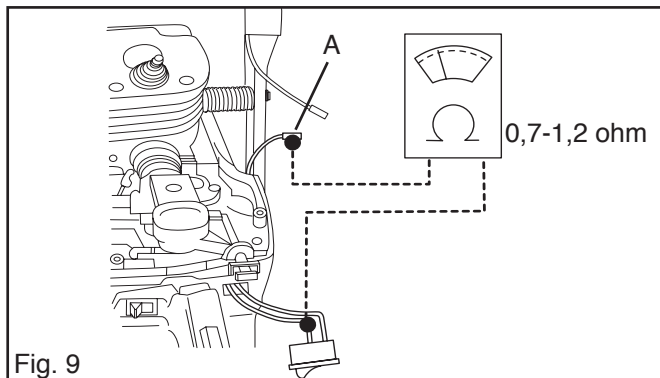

Fig. 9
1. Retirer le capot du cylindre et diviser le raccordement du câble rouge à A. Voir fig. 9.
4. Raccorder l'ohmmètre selon la fig. 9 et mesurer la résistance du serpentin de chauffage de l'unité de réservoir. L'ohmmètre devra indiquer 0,7-1,2 ohm. Si la valeur est plus élevée, changer le serpentin de chauffage de l'unité de réservoir.